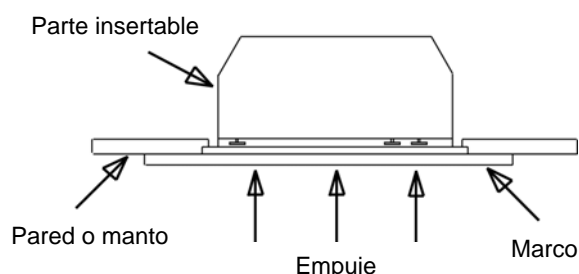

FIGURA 7
5. Si se requiere, nivele la chimenea con calces de madera (no incluidos) (FIGURA 7).